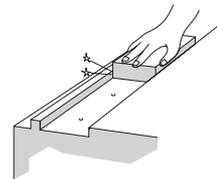

图 4-2 安装面的检查
- (1) 在安装前务必清除 LM 滚动导轨对接机床安装面上的毛刺、打击伤痕及污物。(图 4-2)